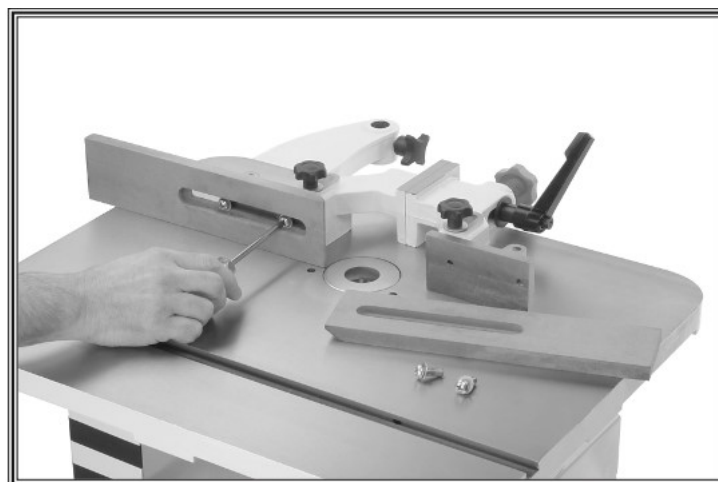

Рис. 6 Установка элементов ограждения
7. Установите каждый элемент ограждения на установочные кронштейны с помощью винтов с крестообразным шлицем 5/16" – 20 x 3/4" и шайб 7 мм (5/16"), как показано на Рис. 6.